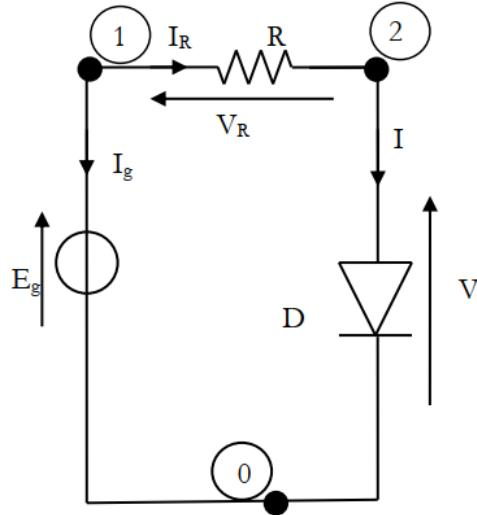
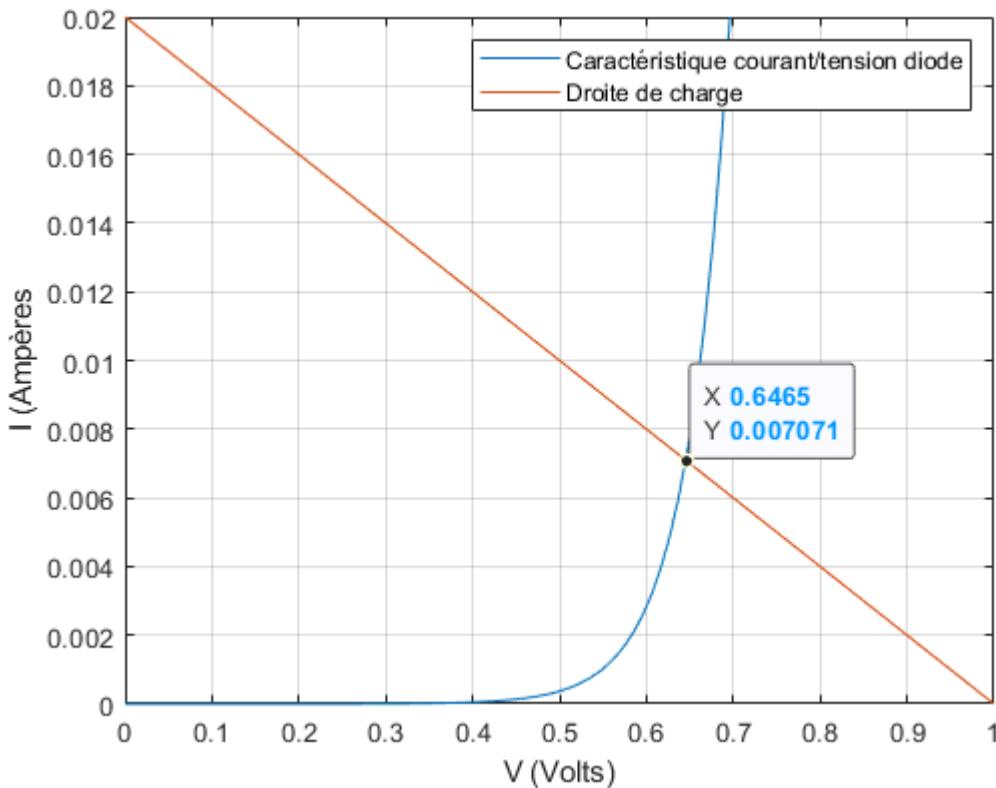

Figure 1 : Exemple de circuit non linéaire
Figure 2 : résolution graphique du système d'équation non linéaire.
Le point de fonctionnement d'un circuit correspond à l'ensemble des grandeurs électriques du circuit (courants, tension et charge) en réponse à des sources de tension et/ou courant continues. On parle également de point de polarisation du circuit. Par exemple, pour le circuit présenté sur la figure 1, le point de fonctionnement correspond aux courants et tensions I_g , I_R , I , V_R et V en réponse à une tension continue E_g .
Le circuit décrit par la figure 1 servira de support à tout ce paragraphe. La diode est modélisée par la loi de Shockley :
La méthode graphique classiquement utilisée pour ce type de problème est présenté sur la figure 2. Le système (2) est composé de deux équations et chaque équation est représentée par une courbe dans le plan (V, I). La première équation ne dépend uniquement que du circuit dans lequel est connectée la diode. La courbe relative à cette équation est une droite dans le plan (V, I) est appelée *droite de charge statique*. La seconde équation est simplement la relation non linéaire courant/tension de la diode, et cette équation ne dépend pas du circuit dans lequel la diode est insérée. Cette courbe est une exponentielle qui croît extrêmement rapidement. La figure 2 représente la résolution graphique du système. Ces courbes correspondent au circuit de la figure 1 avec $E_g = 1 \text{ V}$, $R = 50 \Omega$, $I_S = 14 \cdot 10^{-9} \text{ A}$ et $\eta = 1.9$.